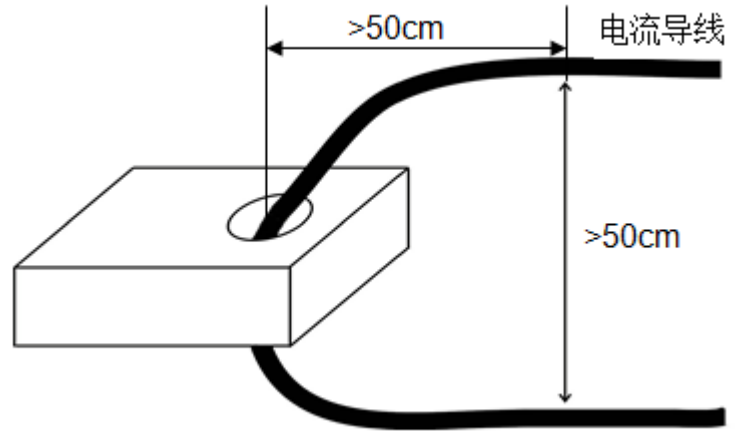

图 2 电流导线穿线要求
2. 转换器的输入电流导线放置圈不要太小，电流导线进线和出线之间的距离至少 50 厘米，见图 2，否则影响测量精度。